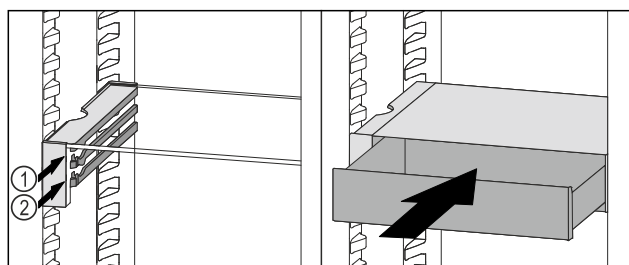

Fig. 183
- Установите выдвижной ящик VarioSafe за стопоры на требуемый выступ *Fig. 183 (1)* или *Fig. 183 (2)*.